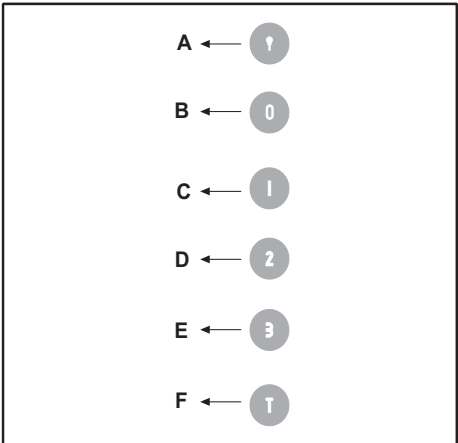

Fig.16
• **COMANDI:**(Fig.16) **LUMINOSI** la simbologia è di seguito